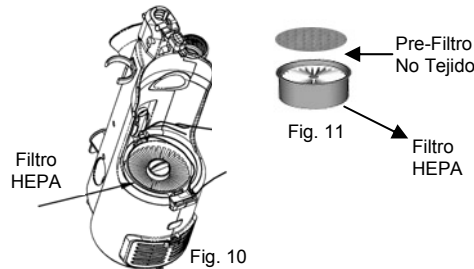
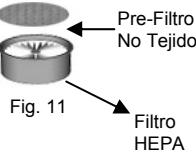

Fig. 10
Fig. 11
3. El filtro HEPA se ubica debajo del recipiente de polvo. (Fig. 10) Retire el pre-filtro no tejido. (Fig. 11) Retire el filtro HEPA, sostenga los bordes y extraígalo despacio.